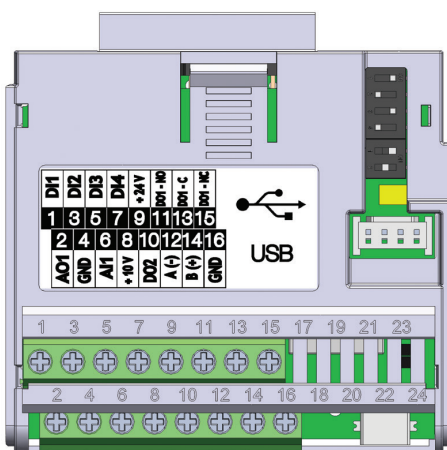

Figura 19.3: Módulo Plug-in CFW500-CUSB
O módulo plug-in CFW500-CUSB tem a interface Serial (1) através da porta RS-485 nos bornes 12 (A-) e 14 (B+), bem como a interface Serial (2) através da porta USB no conector padrão mini USB (mini B), veja Figura 19.3 na página 19-1.